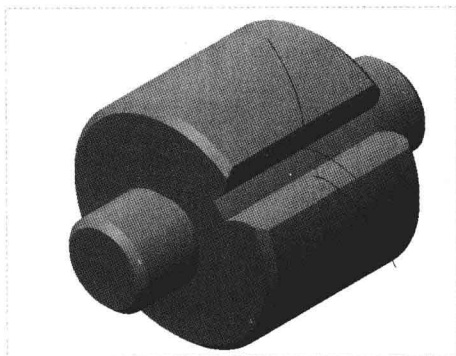

图 14-38 创建拉伸切除特征
Step 12 单击“关闭”面板中的“确定”按钮,完成截面绘制并退出草绘环境,设置拉伸类型为“拉伸至与所有曲面相交”,并调整方向,然后单击“移除材料”按钮,并单击“应用并保存在工具中所做的所有更改,然后关闭工具操控板”按钮,完成拉伸切除特征的创建,如图 14-38 所示。